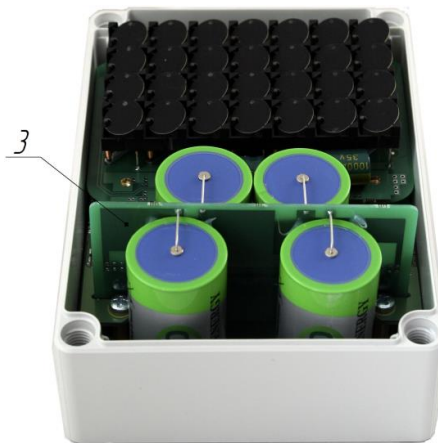

Рисунок 4.2
- 2) Вытащить старый батарейный блок, потянув плату – 3 с батарейками вверх (Рисунок 4.2);